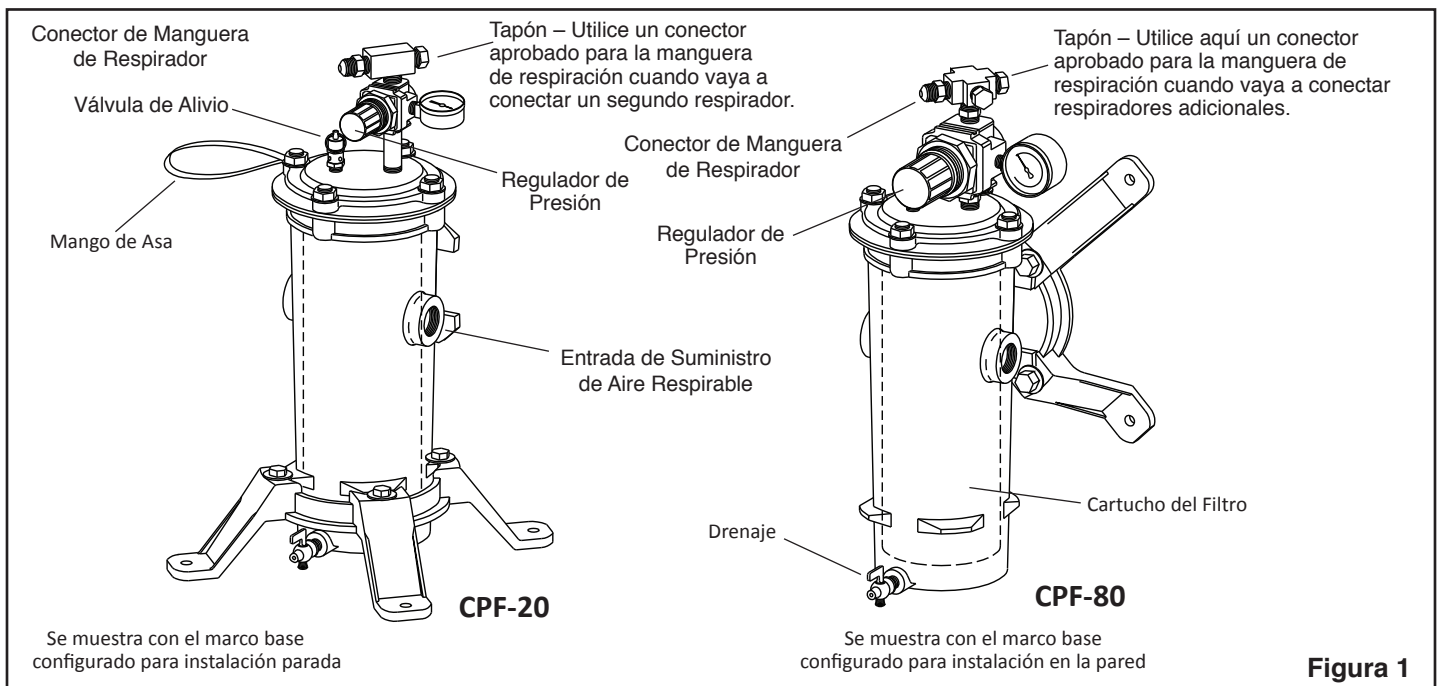

Figura 1
1.4.2 Los principales componentes de los filtros se muestran en la Figura 1. El CPF-20 esta equipado con una salida que suministra aire filtrado a uno ó dos respiradores de aire suministrado. El CPF-80 tiene 4 salidas y puede suministrar aire hasta para 4 respiradores, siempre y cuando el requerimiento total de aire no exceda de 100 pcm.